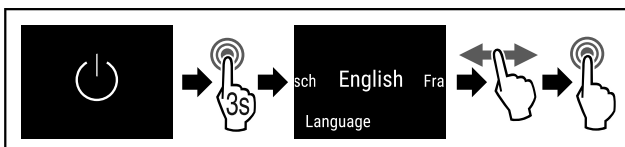

Fig. 49
- ▶ Atlikite veiksmus (žr. Fig. 49).